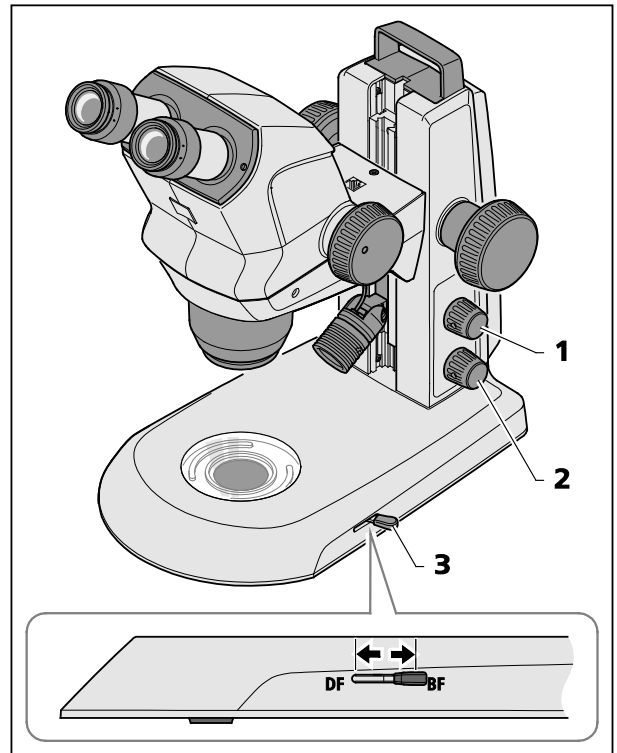

Bild 19 Durchlichtmodul im Stativ K EDU
- Durch Drücken auf den unteren Drehknopf (Bild 19/2) Durchlicht einschalten.
- Durch Verstellen des Hebels (Bild 19/3) zwischen Hellfeld- und Dunkelfeldbeleuchtung umschalten.
- Vordere Stellung: Dunkelfeld (DF)
- Hintere Stellung: Hellfeld (BF)
Durch Drücken des oberen Knopfes (Bild 19/1) kann Auflicht dazu gemischt werden (siehe Kapitel 4.2 auf Seite 26).